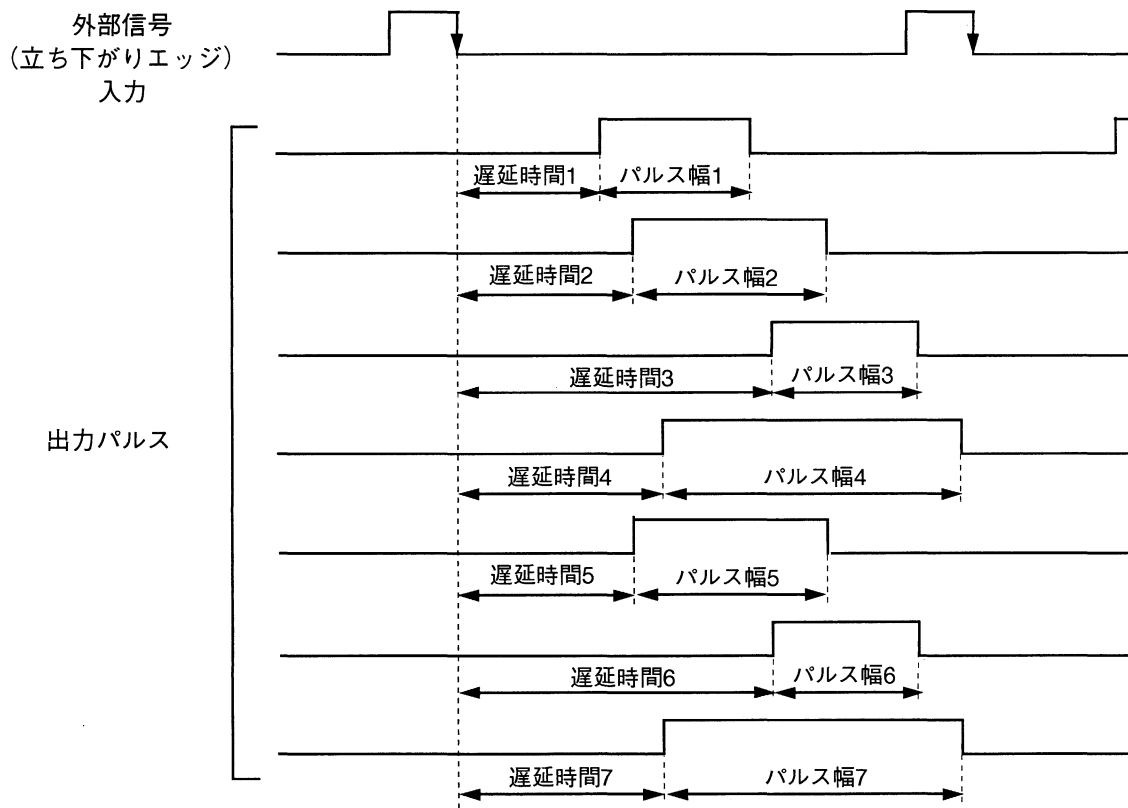

図1 同期パルス出力例
- (1) 図1に示すように外部信号の立ち下がりに同期して7相のパルスを出力します。
- (2) 外部信号の立ち下がりからの遅延時間およびパルス幅は以下に示す範囲で可変できます。